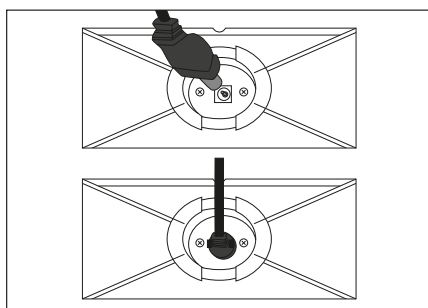

Abb. 5
- 2) Stecken Sie den Hohlstecker **11** des Netzadapters **10** in den Anschluss an der Unterseite der Gerätehalterung **17**. Führen Sie das Kabel des Netzadapters **10** durch die Aussparung an der Rückseite der Ladestation **15** (siehe Abb. 5).